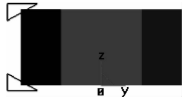
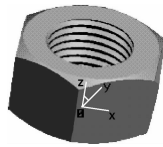

图 3-140 绘制螺母用于旋转除料的草图
图 3-141 螺母的实体造型
(7)在树管理器中拾取“平面 XZ”，单击按钮，进入草图绘制状态。绘制如图 3-140 所示的草图。再次单击按钮，退出草图绘制状态。单击按钮，过原点绘制 Z 轴正交线，单击按钮，弹出“旋转”对话框，选取“单向旋转”，输入角度“360”，拾取草图和轴线，单击按钮，完成操作，删除轴线，作图结果如图 3-141 所示。